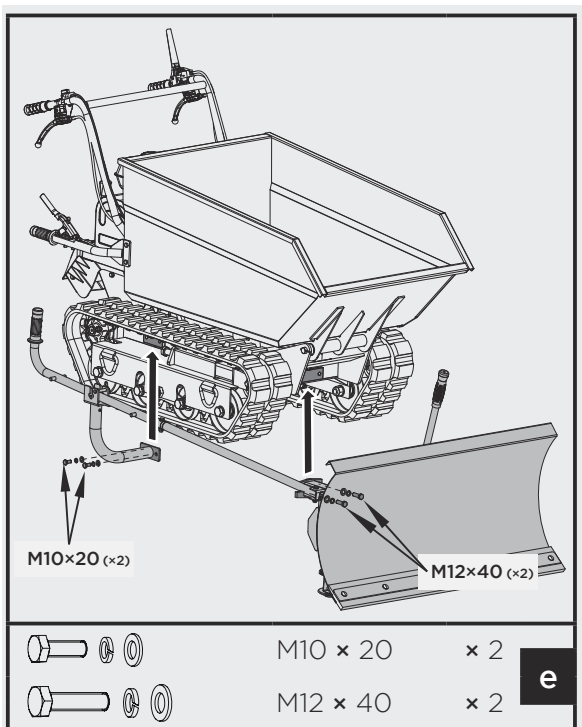

Figure 11
7. Installez la lame de charrette déjà assemblée sur la brouette à chenilles comme indiqué sur la figure 11.